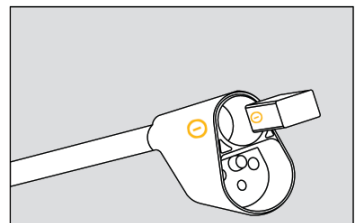

Abb. 4
- Entfernen Sie die alte Batterie und ersetzen Sie sie durch eine neue. Achten Sie darauf, dass Sie die neue Batterie polrichtig einsetzen (siehe Abb. 4 / Seite 19).